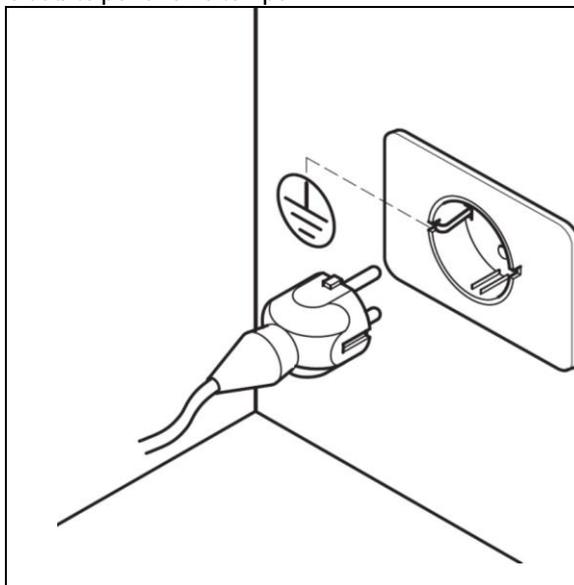

Figure 9
- Raccorder la cuisinière à une prise de courant avec mise à la terre (voir figure 9).